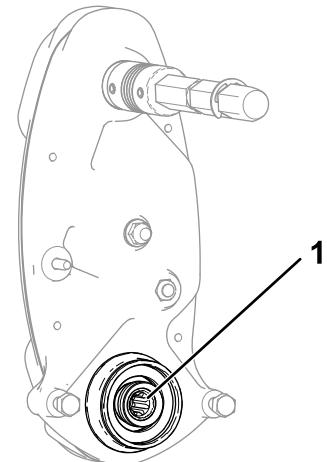

Figura 14
3. Verifique o interior do veio de transmissão do cilindro (Figura 14) para ver se existe qualquer resto de lubrificante.